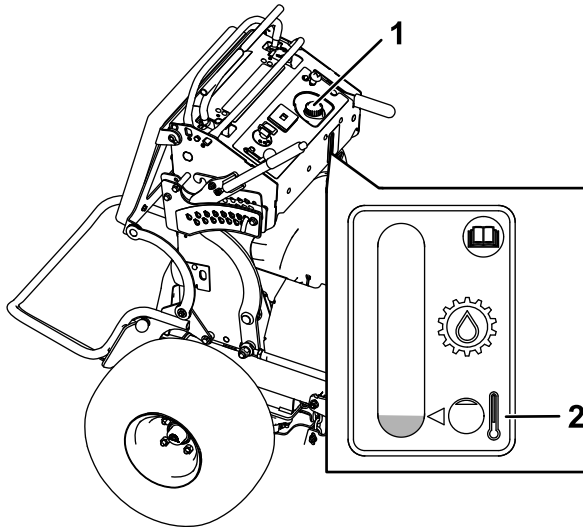

Figura 77
4. Limpie alrededor del cuello de llenado y el tapón del depósito de aceite hidráulico (Figura 77).
5. Retire el tapón del cuello de llenado (Figura 77).